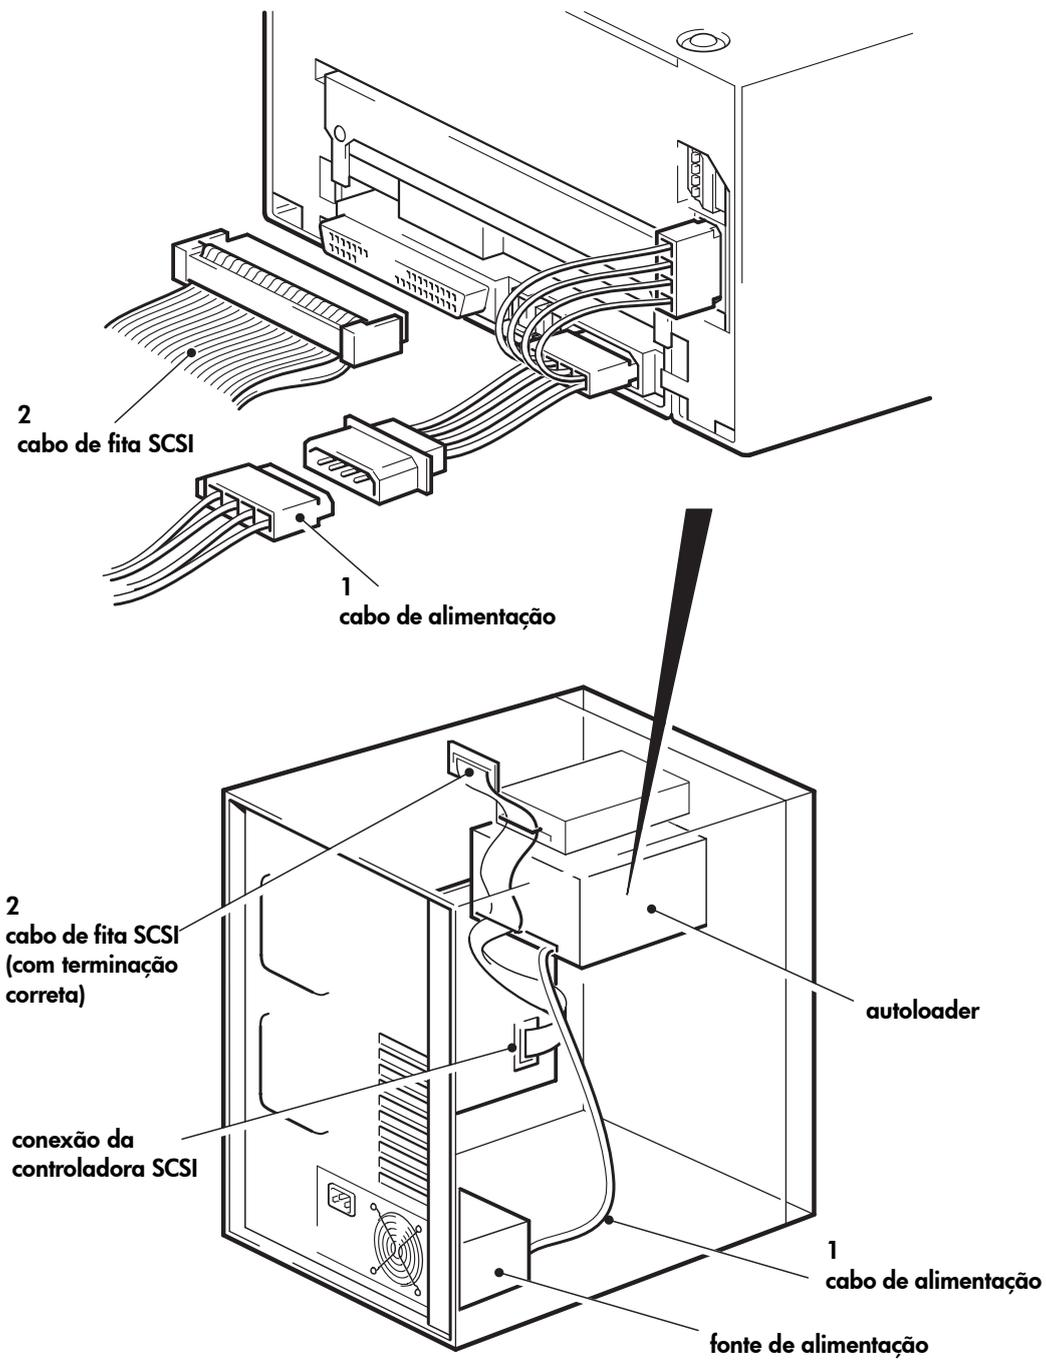

Figura 9: conectar os cabos de alimentação e SCSI
- 1 Ligue um cabo de força sobressalente da fonte de alimentação interna do servidor ao conector macho do cabo Y, como mostra a figura 9, item 1.
- 2 Anexe um conector sobressalente no servidor ou um cabo de fita SCSI do HBA para o conector SCSI da unidade, como mostra a figura 9, item 2.
Portanto, supondo-se que o HBA seja o primeiro dispositivo do barramento, você deve verificar se o segundo terminador está localizado depois do último dispositivo, como mostra a figura 9, item 2.